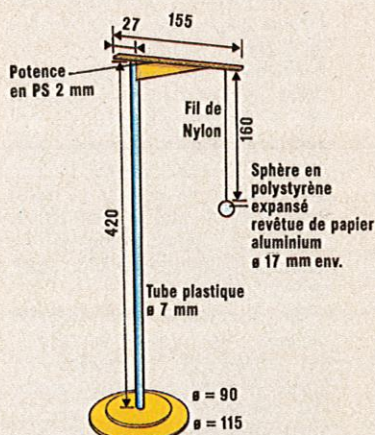

Figure 26. Le pendule de Franklin.
- Le pendule de Franklin ; la figure 26 montre comment le réaliser. La partie supérieure est constituée de deux pièces en polystyrène et un fil de Nylon permet de suspendre une boule en papier d'environ 17 mm genre "cotillons" ou une sphère en polystyrène expansé. On réglera la longueur du fil de telle façon que la boule vienne au contact de la sphère de laiton de l'éclateur fixe. Le mât est constitué par un tube plastique de 7 mm de haut, de 42 cm. Il est emmanché et collé dans deux disques en polystyrène.